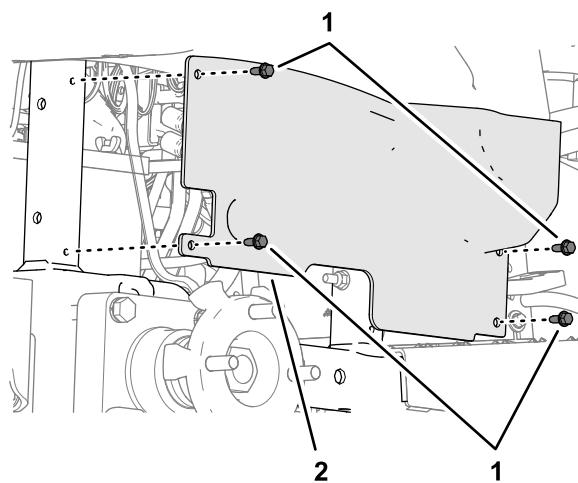

Рисунок 30
3. Отверните 4 колпачковых винта с фланцем ($\frac{1}{4} \times \frac{5}{8}$ дюйма), которые крепят кожух колеса к раме машины (Рисунок 30).
6. Совместите отверстия в кожухе колеса с рамой машины (Рисунок 30) и прикрепите кожух к раме с помощью 4 колпачковых фланцевых винтов ($\frac{1}{4} \times \frac{5}{8}$ дюйма), снятых при выполнении пункта 3.